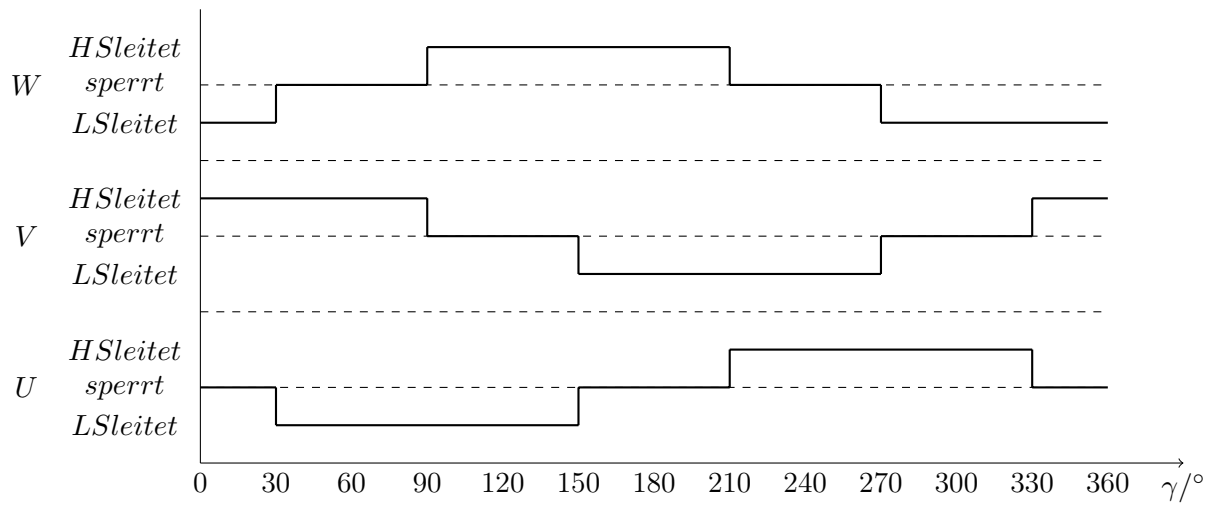

Abbildung 2.3: Ansteuersignale der 6 Transistoren - Rechtslauf
b) Im folgenden Diagramm (siehe Abb.2.3) werden die Ansteuersignale der sechs Transistoren für den Rechtslauf dargestellt. Der Einfachheit halber werden für W, V und U je Highside leitend als 1, Lowside leitend als -1 und gesperrt als 0 bezeichnet. Somit gleichen die Ansteuersignale dem idealisierten Stromverlauf aus dem Skript elektrische Antriebe S.102, Abb. 8.3.